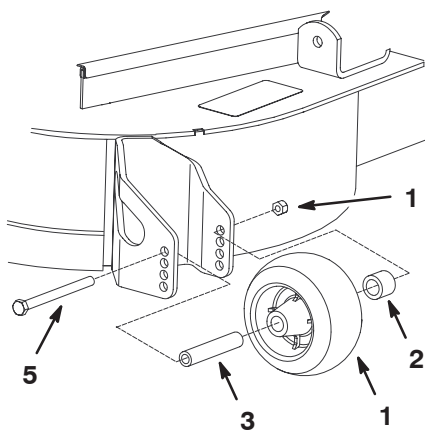

Figure 12
1. Après avoir réglé la hauteur de coupe, réglez les rouleaux en retirant l'écrou à collerette, la bague, l'entretoise et le boulon (Fig. 12).
3. Posez l'écrou à collerette, la bague, l'entretoise et le boulon. Serrez-les à 54–61 Nm (Fig. 12).